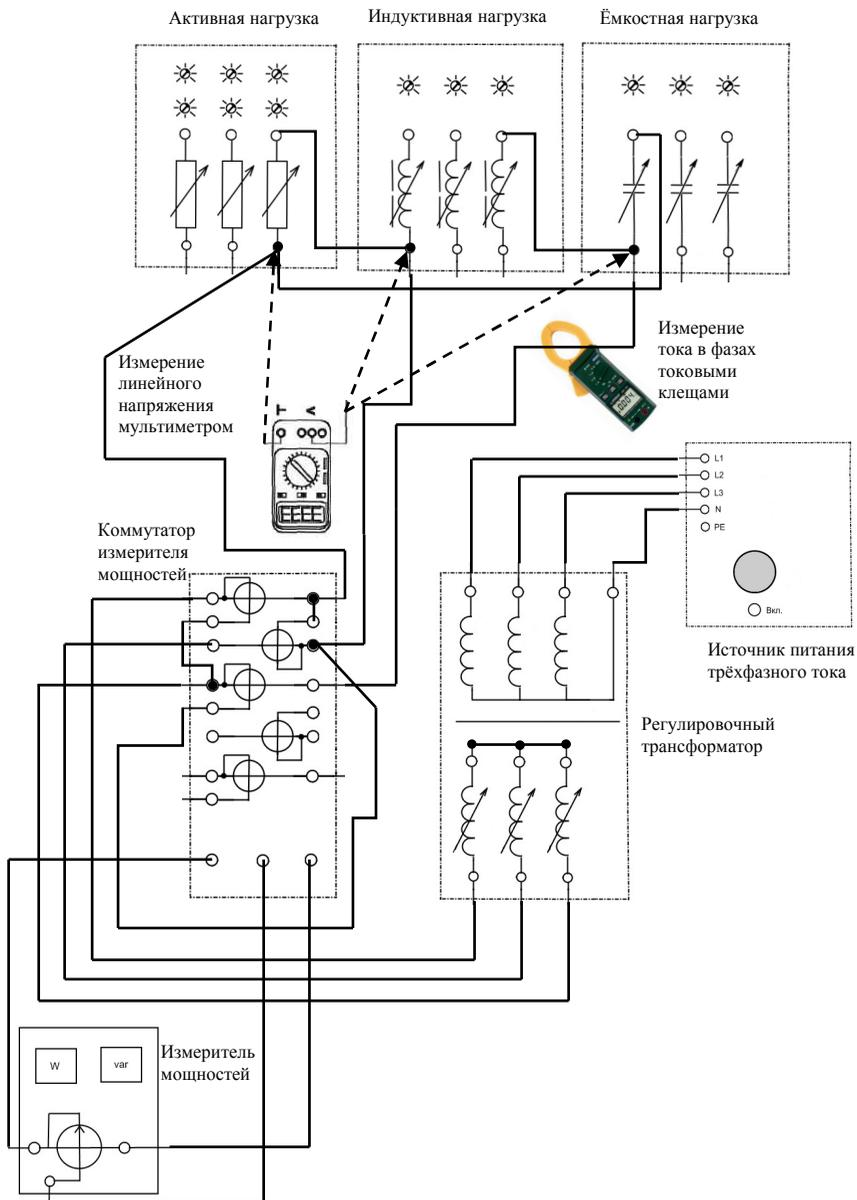

Рис. 5.2. Электрическая схема соединений неоднородной нагрузки по схеме «треугольник»
10. В исследуемой схеме создайте неоднородную нагрузку, подключив в каждую из фаз сопротивление R_{AB}, X_L, X_C согласно схеме рис. 5.2. Повторите измерения согласно пунктам 5 и 6. Результаты измерений занесите в табл. 5.1.